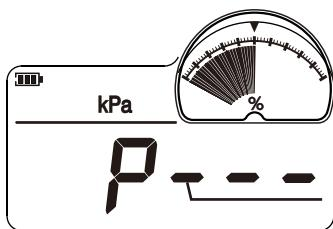

图8-1：输入密码界面
- ①长按 peak 键，屏幕显示输入密码界面，如图8-1：
- ②输入密码211后，进入[校准/设置]菜单。